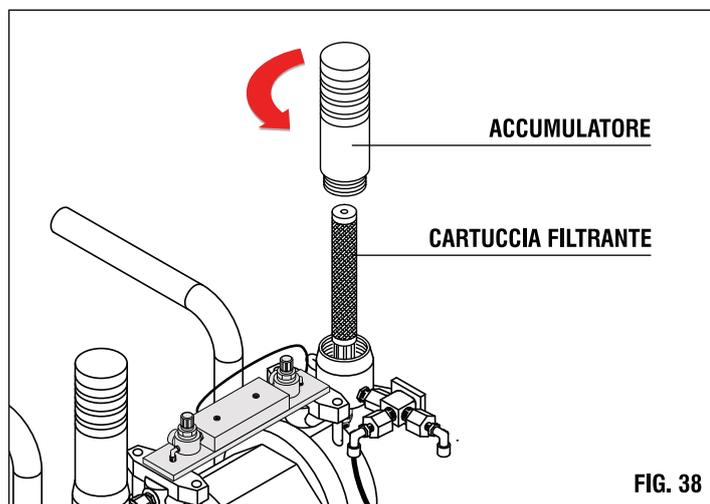

FIG. 38
- Rimuovere l'accumulatore svitandolo manualmente, e sfilare la cartuccia filtrante (fig.38).